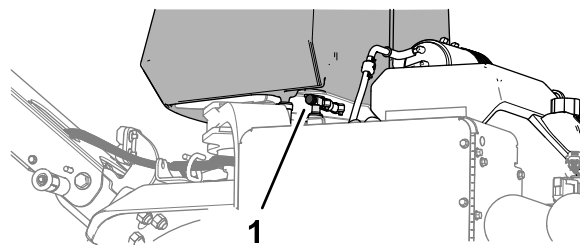

Figura 79
5. Dacă transportați sau depozitați maina, închideți ventilul de închidere combustibil (Figura 79).